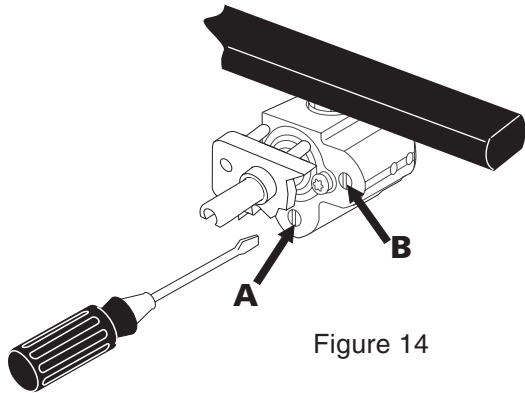

Figure 14
10.5 Réglage de la position «LOW» du robinet de brûleur à valve double (Fig. 14)